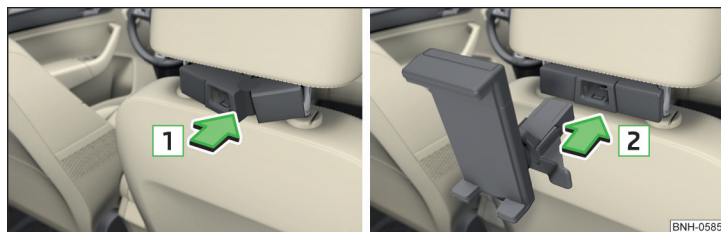

Fig. 95 Introducir: Adaptador / soporte
- Para **introducir**, colocar adelante el adaptador abierto en las barras-guía del reposacabezas y encajar en el sentido de la flecha **1** » fig. 95 » !.